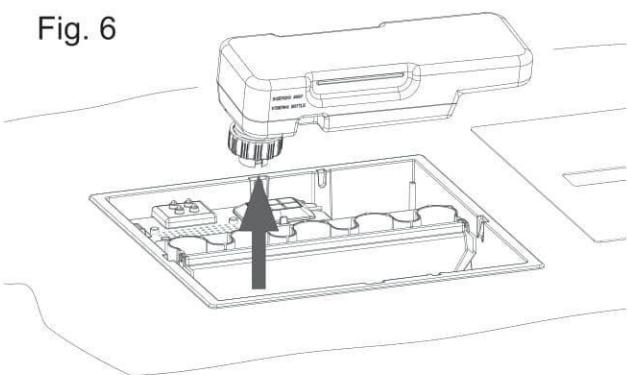

Fig. 10
5. Установите резервуар для воды на поддон колпачком вниз и плоской стороной вверх (см. рис. 10).